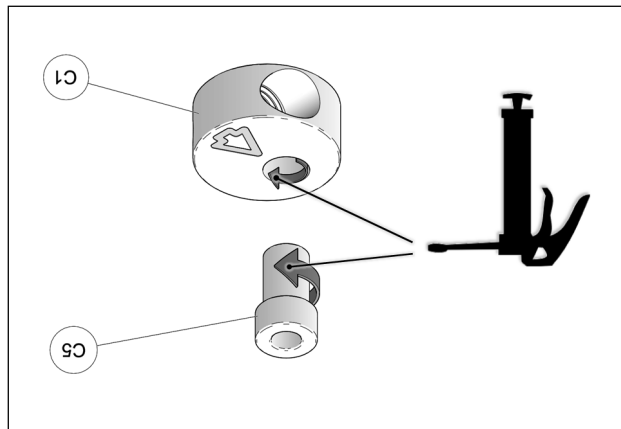

Fig. 22
11. Les bagues espaceurs (C5) doivent être graissées. Appliquer une couche de graisse uniforme sur toute la circonférence de la bague espaceur et dans le logement du disque en aluminium (C1). Fig. 22